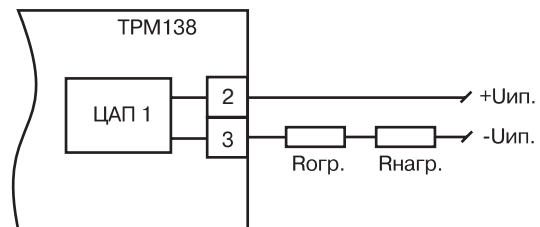

Рис. 17. Схема соединения ЦАП с нагрузкой
**ВНИМАНИЕ!** Напряжение источника питания ЦАП не должно быть более 30 В. Пример соединения ЦАП с источником питания и нагрузкой представлен на схеме рис. 17.